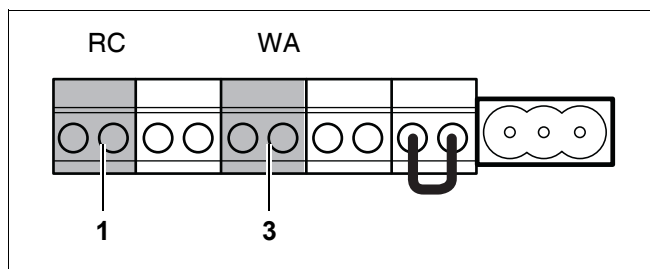

Bild 34 Anslutningslist – rumsmanöverpanel ModuLine och potentialfritt värmekrav
- Det är inte möjligt att ansluta en termostad till RC-anslutningen (bild 34, pos. 1) och till uttaget för potentialfritt värmekrav (WA) samtidigt (bild 34, pos. 3).